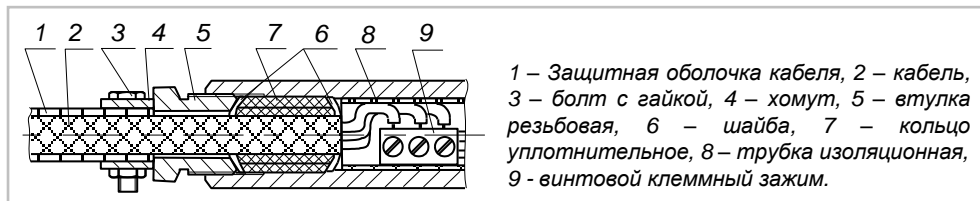

Рис. 3
6.1.2 Кабельный ввод преобразователя СЕНС ПД-МС (рисунок 3).